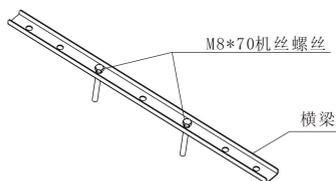

图3
3. 在钣金横梁上锁紧 M8\*70 机丝螺丝，然后放入直径 190mm 的安装孔内，如图 3、4；